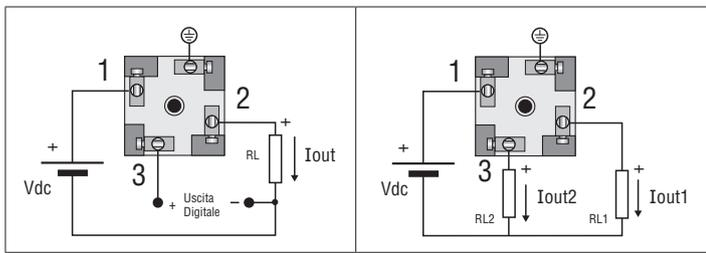

Fig.7 - HD2601V.1
Togliere la guarnizione (1). Svitare il passacavo (5) e sfilare la guarnizione (4). Servendosi di un cacciavite, fare leva e sfilare il portamorsetti (2). Realizzare le connessioni come riportato nelle fig.7 e 8: al morsetto di massa va collegata, quand'è presente, la calza del cavo schermato. Effettuate le connessioni, richiudere il connettore.